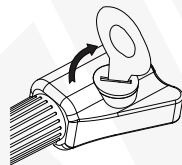

Fig.3
---Rimettere il coperchio della batteria e ruotarlo in senso orario per fissarlo (fig.3).